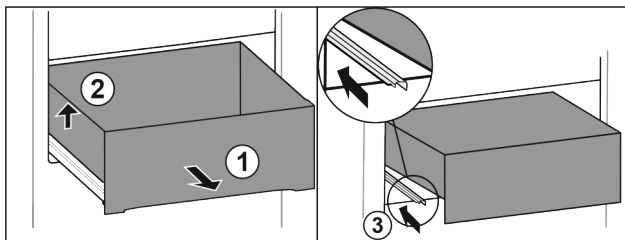

Fig. 13*
- ▶ Изтеглете чекмеджето напълно Fig. 13 (1).*
- ▶ Повдигнете чекмеджето отляво Fig. 13 (2).*
- ▶ Вкарайте лявата релса Fig. 13 (3).*